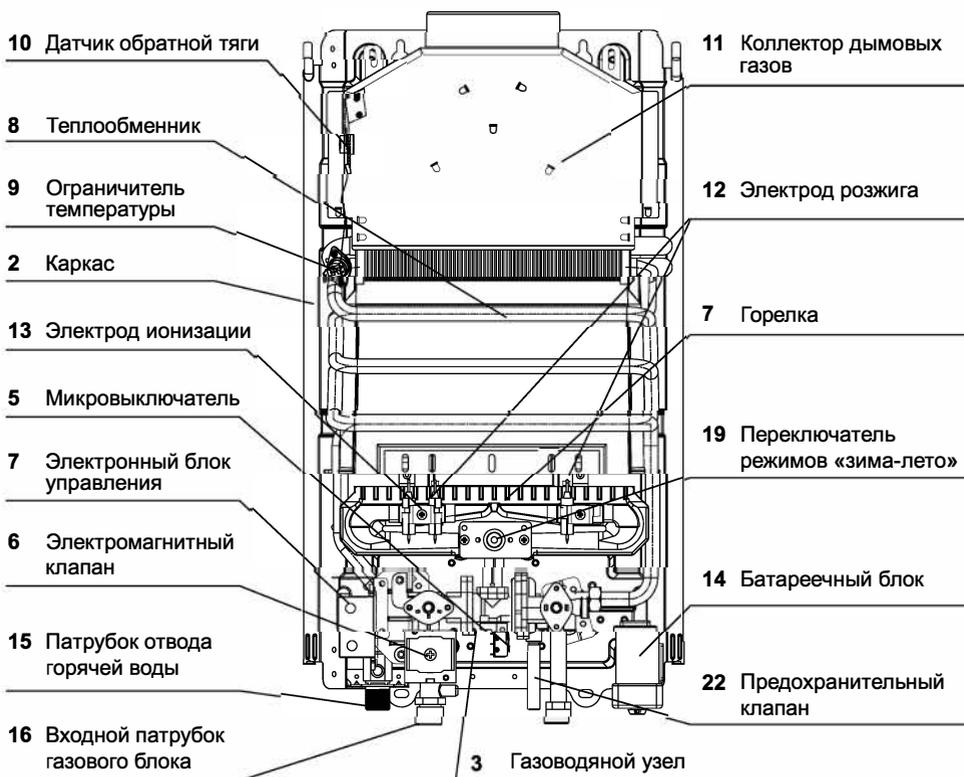

Рис. 1
Составные части изделия, поясняющие принцип устройства аппарата и требующие технического обслуживания во время эксплуатации, показаны на рис. 1.
2.7.1 Газовый проточный водонагреватель настенного типа имеет прямоугольную форму, образуемую съемной облицовкой **1**, установленной на каркасе **2** (см. рис. 1).
Газоводяная арматура 3 (см. рис.1) предназначена для включения аппарата и обеспечения регулирования температуры воды и расхода газа. Узел состоит из двух регуляторов: водяного и газового. Конструкция регулятора водяного обеспечивает доступ газа к основной горелке только при наличии протока воды, одновременно обеспечивая срабатывание электромагнитного клапана **6** (см. рис. 1).
- 3) открыть кран горячей воды. Во время протока воды должен произойти искровой разряд между электродами розжига 12 и горелкой 7 (см. рис.1).